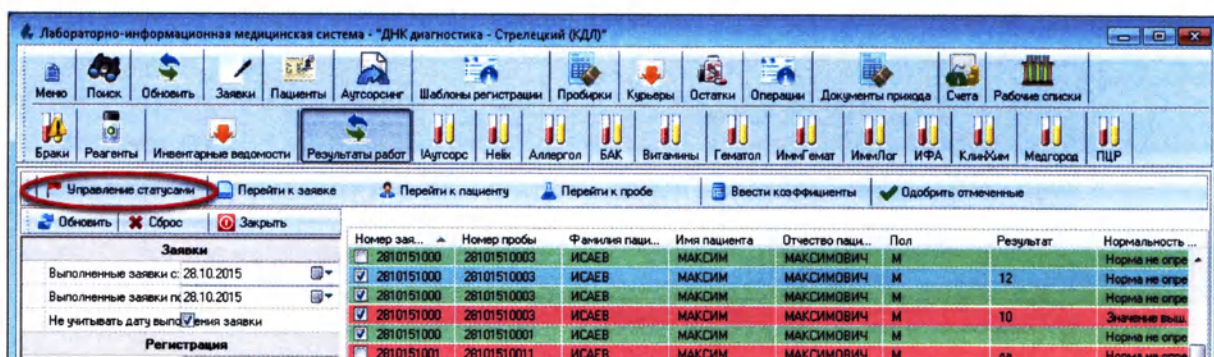

Рисунок 11.5
2. Нажмите кнопку «Управление статусами» (Рисунок 11.5):